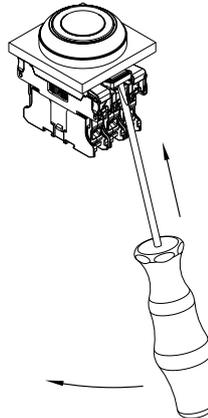

Fig. 10
1. Desmontagem do suporte de contato do flange de montagem (consulte a fig. 10) Colocar a chave de fenda na lingueta de engate da flange de montagem. Mover ligeiramente a chave de fenda na direção do elemento de contato para pressionar o elemento de encaixe para fora. Desta forma, o suporte de contato se solta da flange de montagem. Este procedimento deve ser repetido no lado oposto.